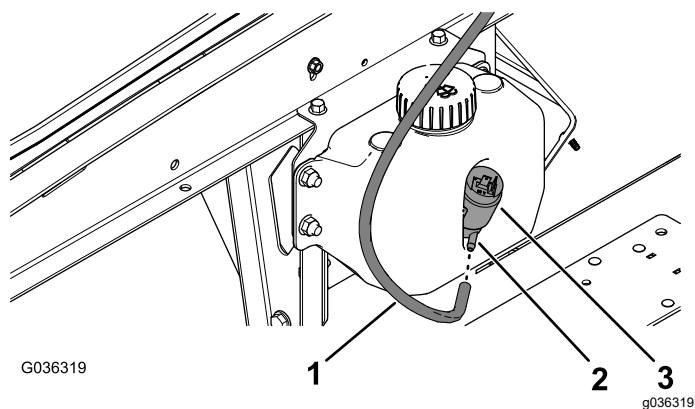

Рисунок 8
1. На бачке омывателя совместите конец шланга со штуцером типа «елочка» насоса омывателя (Рисунок 8).
2. Наденьте шланг на штуцер до полной посадки (Рисунок 8).